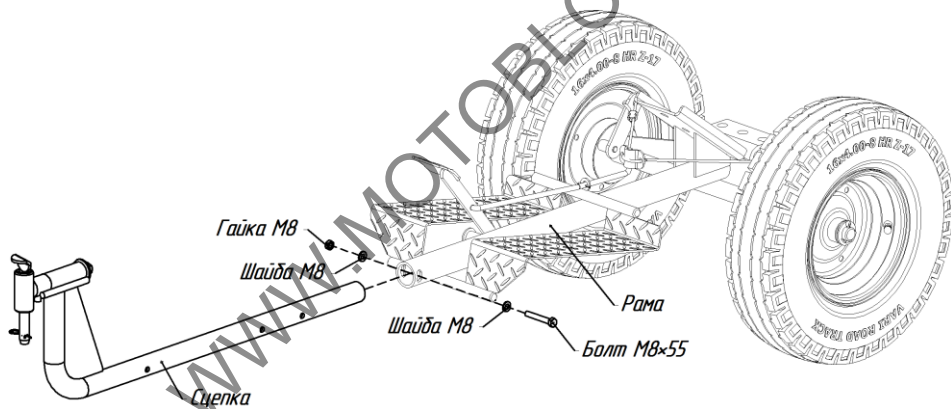

Рис.5. Установка сцепки на раму адаптера
Сцепка – предназначена для агрегатирования к скобе мотоблока. Сцепка обеспечивает компенсацию неровностей дороги между мотоблоком и адаптером, а также регулировку удаления руля мотоблока от оператора за счет отверстий на сцепке (рис.5).
6. Установите сцепку на раму адаптера (рис.5) и зафиксируйте ее болтом, шайбами и гайкой.